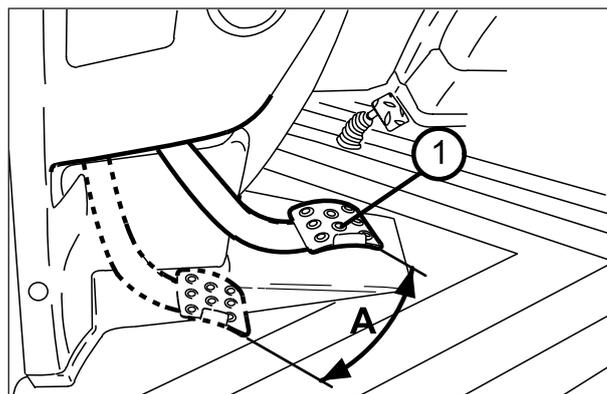

Abb.7-14 Einstellung des Kupplungspedals.
Wenn Sie feststellen, dass die Benutzung des Kupplungspedals (1) unbequem wird oder dass die Kupplung rutscht, sicherstellen, dass das Spiel (A) des Pedals zwischen 1,5 und 2,5 cm liegt. (Abb. 7-14)